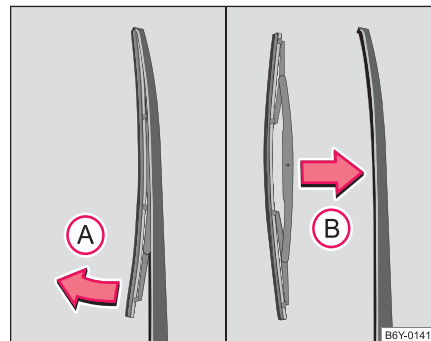

Fig. 41 Balai d'essuie-glace pour lunette arrière
- Ecartez le bras de l'essuie-glace ⇒ fig. 41.
- Avec la deuxième main attraper le balai au centre et tirer celui-ci dans le sens de la flèche (A).